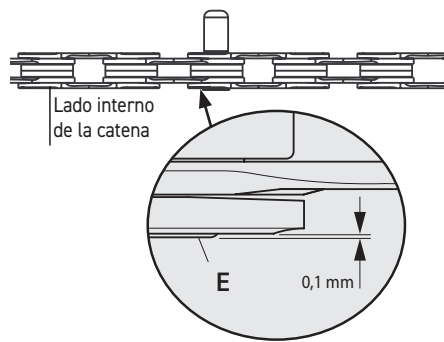

Fig.15
Para no arruinar irremediabilmente la cadena, NO ATORNILLAR la herramienta más allá del tope. Dejar que el casquillo **ULTRA-LINK 5-CN-RE500 (11s) / 5-CN-SR600 (12s) (E)** sobresalga 0,1 mm del lado interno de la cadena (Fig. 15).